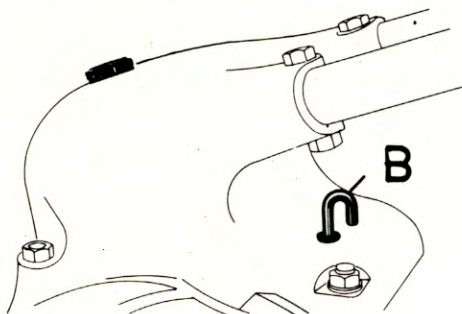
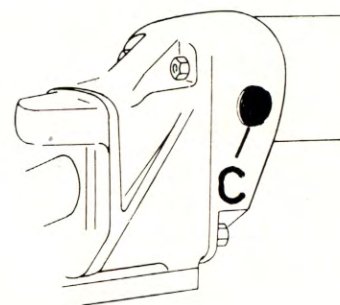

Fig. 2
Fig. 3
2. Oel im Getriebe und Ausleger Fig. 2 + 3
Von Zeit zu Zeit (nach je 50 lt. verbrauchtem Benzin) bei horizontal stehender Maschine den Oelstand prüfen und wenn nötig bis zur oberen Marke des Oelmesstabes B Fig. 2 des Getriebes bzw. bis zur Niveauschraube C, Fig. 3 des Auslegers Getriebeöl nachfüllen.
2. Huile dans la boîte à vitesses, au dispositif porte-barre Fig. 2 + 3
De temps en temps (après consommation de 50 lt. d'essence), la machine étant en position horizontale, vérifier les niveaux d'huile et au besoin compléter le contenu d'huile de la boîte à vitesse jusqu'à la marque supérieure de la jauge B Fig. 2 (resp. jusqu'à la vis de niveau C Fig. 3 du dispositif porte-barre).